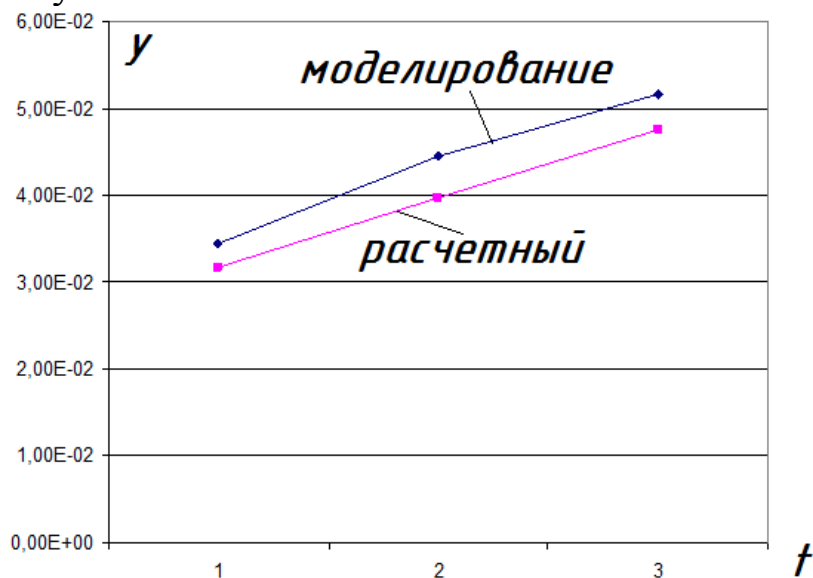

Рис. 6
- податливости при деформации державки от глубины резания $y = f(t)$ (рис. 6);